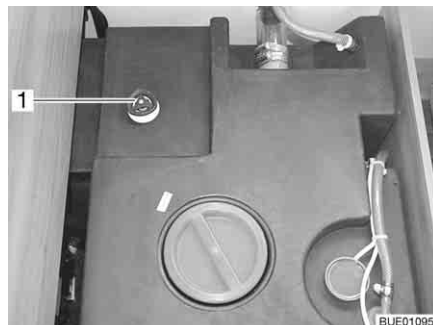

Bild 206 Vattentank med ratt
- Vrid ratten på vattentanken moturs mot motståndet till stoppläget (Bild 206,1) för att öppna utloppsöppningen helt.